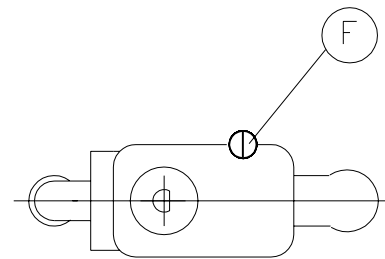

Fig. 4
- a) Pour Gaz Naturel et Gaz Ville tourner la vis de regulation "F" (figure 4) à l'envers du sens des aiguilles d'une horloge jusqu'à la flamme soit stable au minimum. Pour G.L.P. on serrera complètement